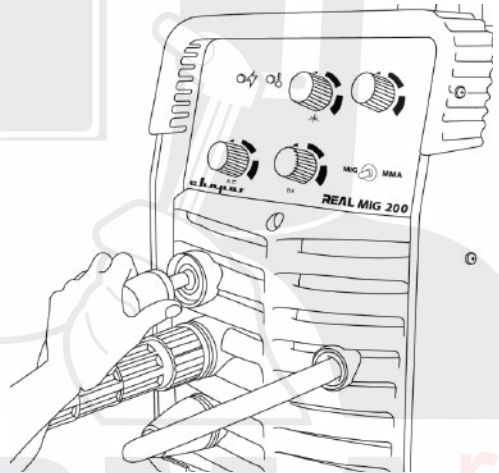

Рис. 7.2. Подключение силового наконечника клеммы заземления.
2. Вставьте силовой наконечник кабеля клеммы заземления в панельную розетку со знаком «+» или «-» на передней панели аппарата в зависимости от необходимых технологических задач (См. Раздел 8). Поверните его до упора по часовой стрелке. Убедитесь в плотной фиксации соединения (См. рис. 7.2). Закрепите клемму заземления на заготовке.